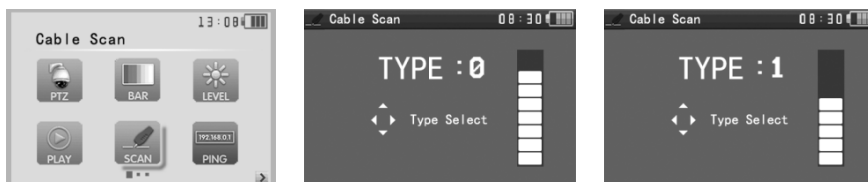

Рис. 20 Подменю CableScan
4. С помощью кнопок   выберите тип звукового сигнала (Рис. 20).